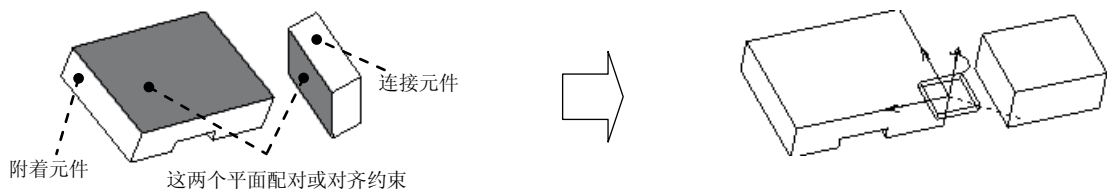

图 12.2.5 平面 (Planar) 接头
平面接头如图 12.2.5 所示，在这种类型的接头中，连接元件既可以在一个平面内相对于附着元件移动，也可以绕着垂直于该平面的轴线相对于附着元件转动。
Step3. 创建平面接头。在约束集选项列表中选择  平面 选项, 单击操控板菜单中的  按钮, 分别选取图 12.2.5 中的两个表面。